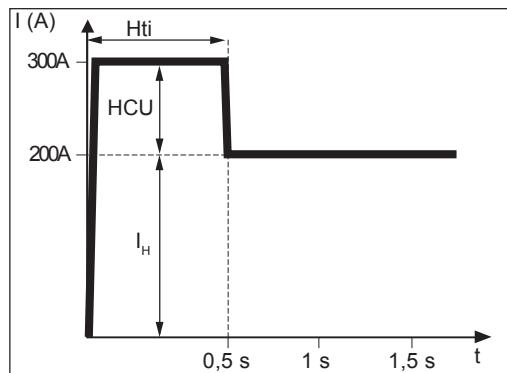

Fig. 25 Exemple de fonction „Aide à l'amorçage“
Lorsque le paramètre de soudage "con" est réglé, le courant de soudage est maintenu constant indépendamment de la tension de soudage. Cela donne une courbe caractéristique verticale (4) (fig. 25).
Vous pouvez régler une courbe descendante (5) avec les paramètres "0,1-20" (fig. 25). La plage de réglage s'étend de 0,1 A / V (très raide) à 20 A / V (très plate). Il est recommandé de ne régler de courbe très plate (5) que pour les électrodes à enrobage cellulosique.
**REMARQUE !** Lorsque vous réglez une courbe plate (5), réglez la dynamique à une valeur élevée.
Lorsque le paramètre "P" est réglé, la puissance de soudage reste constante indépendamment de la tension et du courant de soudage. Cela donne une courbe hyperbolique (6) (fig. 25).